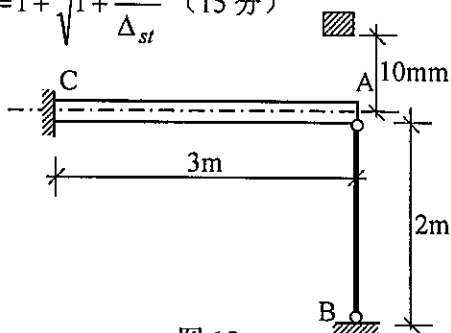

图 18
- 6 10 号工字梁(横截面面积 $A = 550mm^2$, 截面惯性矩 $I = 245 \times 10^{-8}m^4$)的 C 端固定, A 端铰支于空心钢管 AB 上(图 18)。钢管的内径和外径分别为 30mm 和 40mm, B 端亦为铰支。梁及钢管同为 Q235 钢($\sigma_p = 240N/mm^2$, $E = 2.0 \times 10^5 N/mm^2$)。当重为 300N 的重物落于梁的 A 端时, 试校核 AB 的稳定性。规定稳定安全因数 $n_{st} = 2.5$ 。提示: